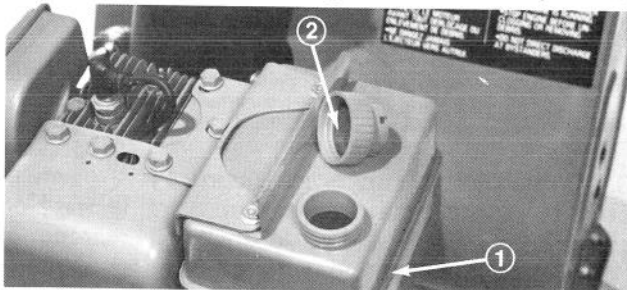

Figure 12
1. Nettoyez autour du bouchon. Enlevez le bouchon et remplissez le réservoir jusqu'à 1/2" (13 mm) du haut avec de l'essence sans plomb. Remettez le bouchon (Fig. 12).